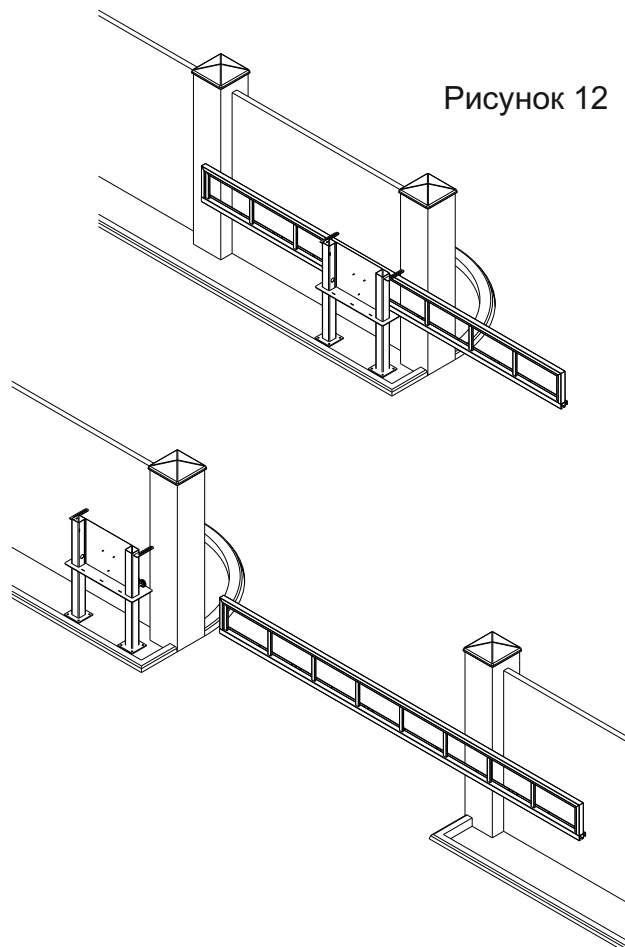

Рисунок 12
**4.12. Накатить стрелу шлагбаума на ролики (Рисунок 12).**